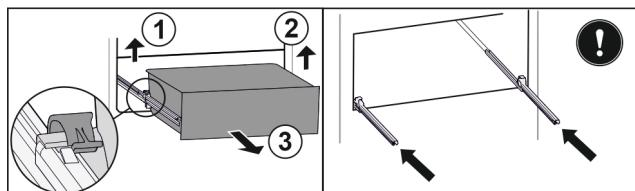

Fig. 110
- Підняти лівий затискач і одночасно висувний ящик ліворуч потягнути вперед. Fig. 110 (1)
- Підняти правий затискач і одночасно висувний ящик праворуч потягнути вперед. Fig. 110 (2)
- Вийняти висувний ящик рухом вперед. Fig. 110 (3)